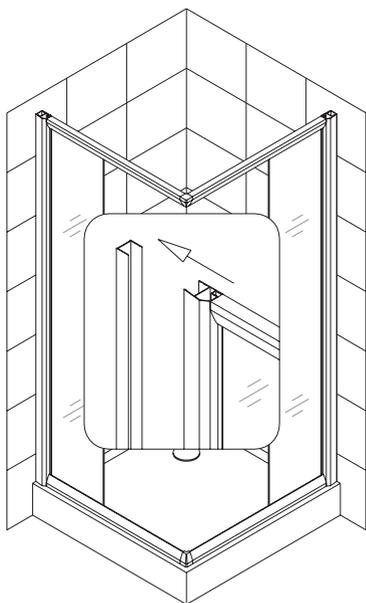

Рис. 13
11. Зафиксируйте готовый корпус в душевом поддоне, вставьте профиль для стекла в настенный профиль. См. рис. 13 для более подробной информации.